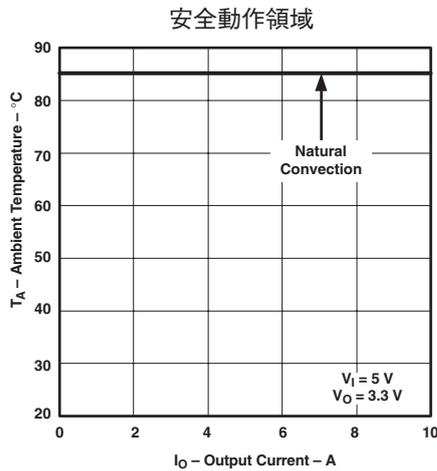

図 8
- (2) 温度ディレーティング曲線は、内部コンポーネントの温度がメーカーの指定した最高動作温度以下になる条件を表します。このディレーティング制限は、2 オンス (56.69 グラム) の銅を使用した、100mm×100mmの両面基板に直接半田付けされたモジュールに対して適用します。表面実装パッケージ (AS、および AZ の各サフィックス) では、複数のビアを使用する必要があります。詳細については、メカニカル仕様を参照してください。これらは、図8に対して適用されます。